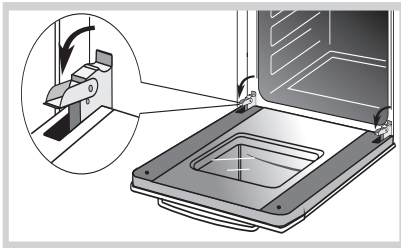

Рис.31
- поднимите и поверните до упора рычаги, расположенные на двух шарнирах (рис. 31),